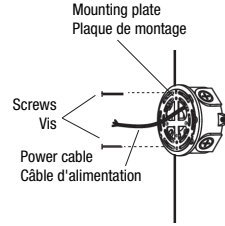

Fig. 3A
4. Pass the AC luminaire wires through the mounting plate central opening. Install the mounting plate onto junction box using screws (Fig. 3A).
4. Faites passer les fils d'alimentation c. a. du luminaire à travers l'ouverture centrale de la plaque de montage. Installer la plaque de montage sur la boîte de jonction en utilisant des vis (Fig. 3A).